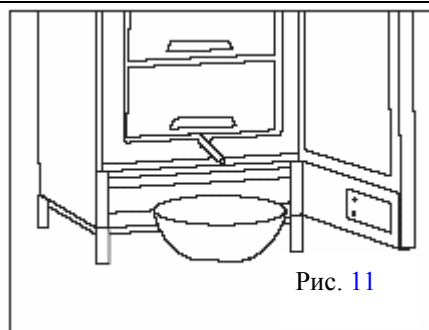

Рис. 11
3. Извлеките трубу стока на дне шкафа и подставьте под неё чашу для сбора оттаявшей воды (рис. 11). Если труба примерзла, положите на неё на несколько минут тряпку, смоченную в горячей воде.